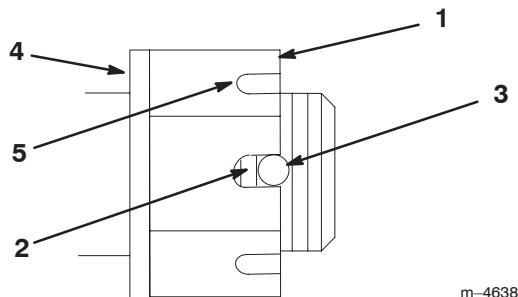

Figure 48
- Serrez le boulon crénelé à 170 Nm (125 pieds-livres) (Fig. 48).
Remarque : On ne doit pas voir plus de 2 filets (Fig. 48).
- Si plus de 2 filets sont visibles, enlevez l'écrou et placez une rondelle entre le moyeu et l'écrou (Fig. 48).
- Serrez l'écrou jusqu'à ce que le jeu de fentes suivant soit en face du trou de l'axe (Fig. 48).